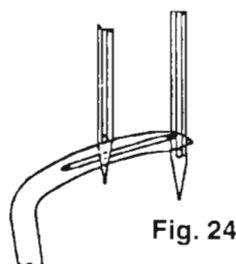

Fig. 24
- Quando a lançadeira passar pela agulha da direita, sua ponta deve passar acima do furo da agulha. Fig. 24.